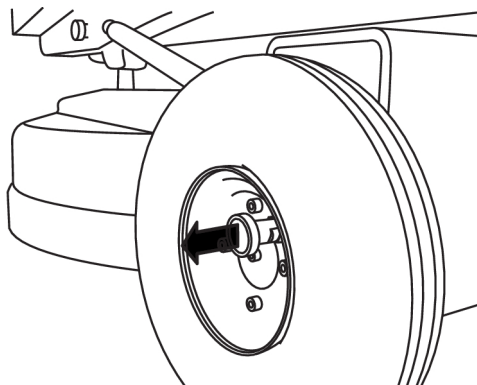

Figura 4-3. Sbloccare le ruote
1. Sbloccare le ruote estraendo la coppiglia in linea retta, vedere Figura 4-3, pagina 19.
Agire sulla manovella sul lato anteriore della rotella di supporto per regolarla in altezza, in modo che la macchina sia inclinata e la testa levigatrice non tocchi la superficie. Per spostare la levigatrice è sufficiente spingerla manualmente in avanti. Controllare che i fermi delle ruote siano disinseriti come indicato in Figura 4-3, pagina 19.